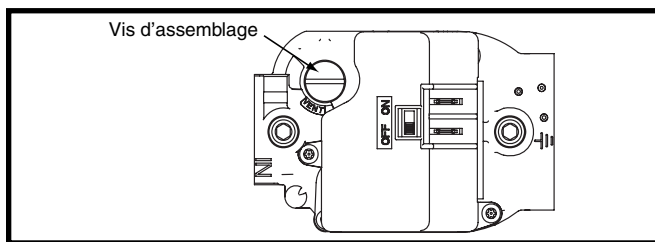

Figure 29. Vis d'obturation de régulateur
- b.) Retirer la vis d'obturation du régulateur (Figure 29) du côté ADMISSION du régulateur.